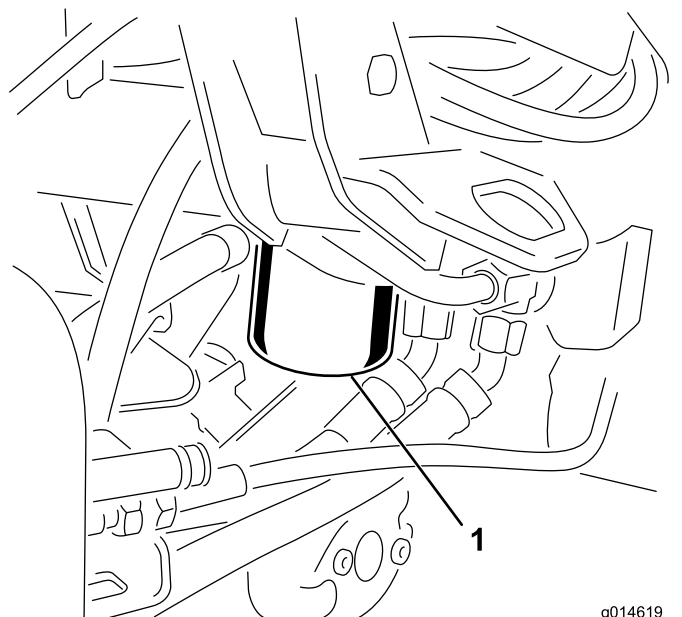

図 51
1. フィルタ容器の周辺をウェスできれいにぬぐう 図 51。フィルタの下に廃油受けを置いてフィルタを外す。